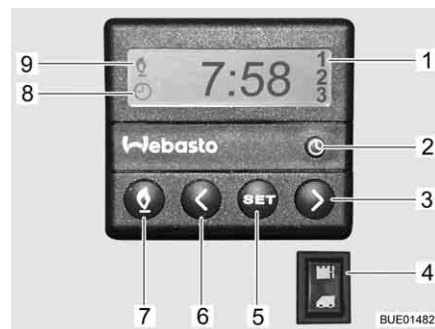

Bild 207 Bedieneinheit für Standheizung
- Taste (Bild 207,7) drücken. Der Heizbetrieb wird durch das Symbol (Bild 207,9) angezeigt. Das Gebläse wird erst bei einer Kühlwassertemperatur von 30 °C zugeschaltet.
- Taste (Bild 207,7) drücken. Das Symbol (Bild 207,9) erlischt.
- Schalter (Bild 207,4) unten drücken. Motor wird vorgewärmt. Das Gebläse wird sofort zugeschaltet.
- Schalter (Bild 207,4) oben drücken. Motor bleibt kalt.
- Taste (Bild 207,2) drücken. Die Uhrzeiteinstellung wird durch das Symbol (Bild 207,8) angezeigt.
- Mit den Tasten (Bild 207,3 und 6) die Uhrzeit einstellen.
- Taste (Bild 207,5) drücken.
- Innerhalb von 10 Sekunden mit den Tasten (Bild 207,3 und 6) die Einschaltzeit einstellen.
- Taste (Bild 207,5) so oft drücken, bis die gewünschte Programmnummer (Bild 207,1) im Display angezeigt wird.